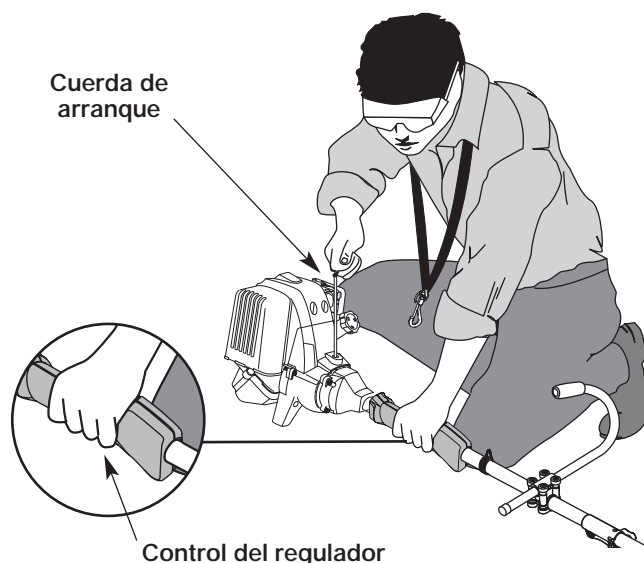

Fig. 22
ADVERTENCIA: Evite los arranques accidentales. Colóquese en posición de inicio cuando tire de la cuerda de arranque (Fig. 22). El operador y la unidad deben estar en una posición estable al arrancar la unidad para evitar graves lesiones personales. Compruebe que cualquier complemento usado se instale correctamente y que esté seguro, antes de poner en marcha la unidad.
6. Soporte en la posición de arranque (Fig. 22) y apriete el control de aceleración. Tire bruscamente del cordón de arranque hasta 5 veces.